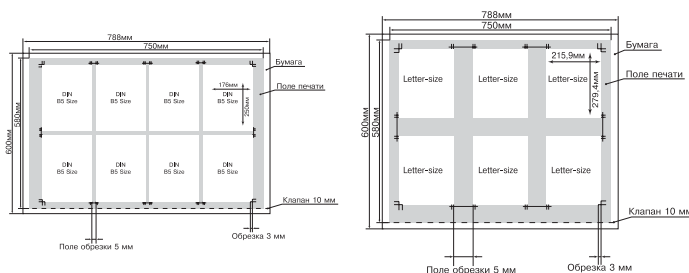

Рис. 2 Раскладка листов европейского стандарта DIN B5 и американского стандарта Letter-size на печатном поле офсетной машины Ryobi 750-й серии
2) На одном листе печатной машины B2 умещается от 4 до 8 полос книжно-журнального издания. На рис. 2 показан пример раскладки 8 листов европейского стандарта DIN B5 и 6 листов американского стандарта Letter-size на печатном поле офсетной машины Ryobi 750-й серии. Увеличение полос издания в 2–4 раза по сравнению с предыдущим случаем дает выигрыш по всем перечисленным выше пунктам.